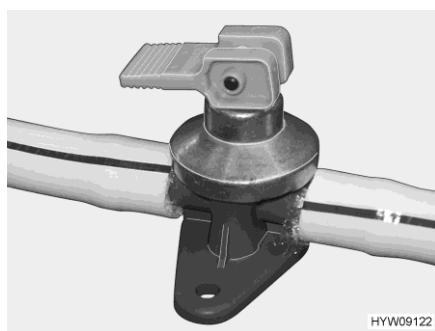
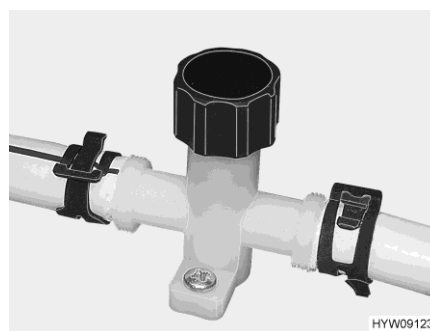

Bild 87 Avtappningskran (varmvattenberedare Truma)
Bild 88 Avtappningskran (vattenledning)
- Stäng alla avtappningskranar (Bild 88 resp. Bild 87).
- Öppna alla avtappningskranar (Bild 87 resp. Bild 88).